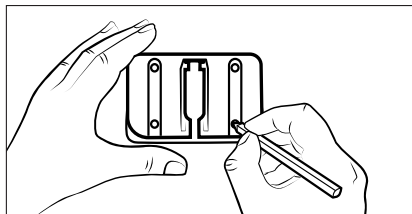

Fig. 5
- 3) Utilize o suporte de parede 18 para marcar os quatro furos na parede (ver fig. 5).